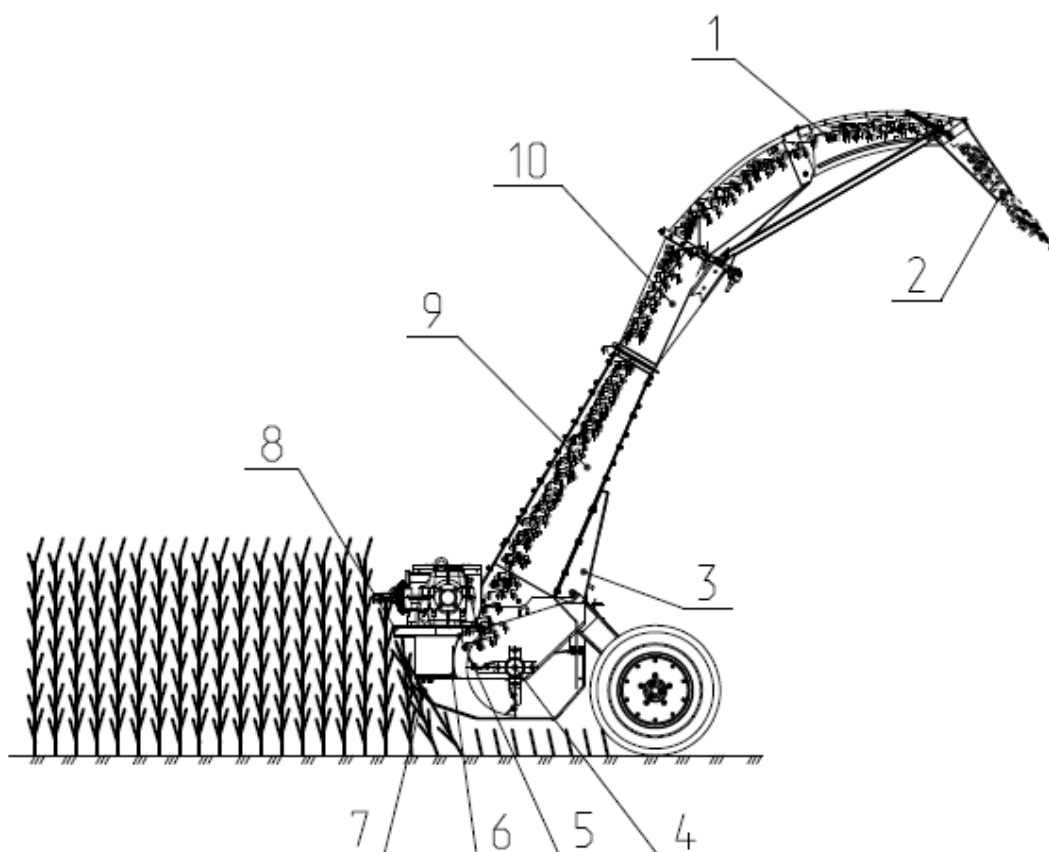

Рис.2 Технологическая схема работы косилки – измельчителя роторной КИР-1.85М.
2.2. Схема косилки и технологический процесс протекает следующим образом (рис.2).